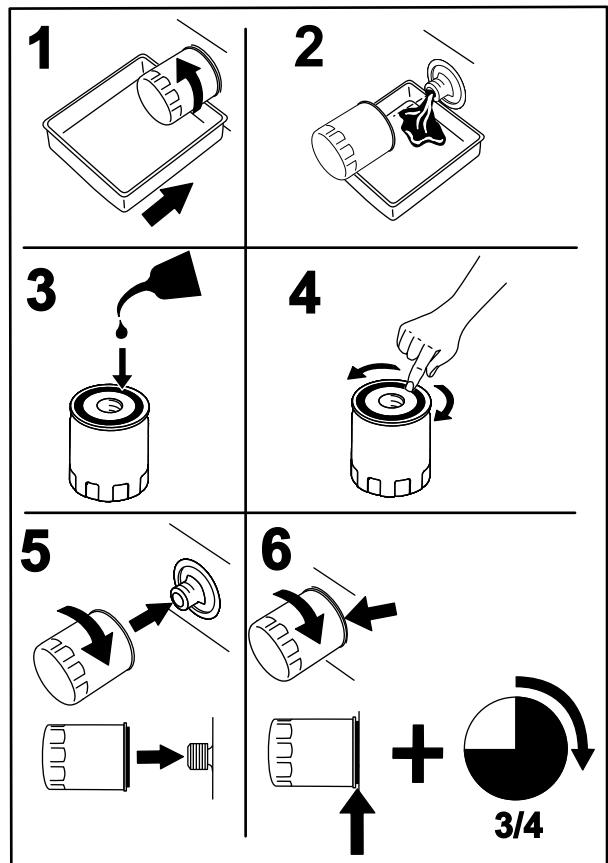

Figura 41
2. Substitua o filtro do óleo do motor (Figura 41).